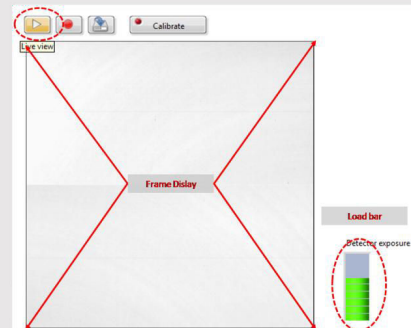

Рис. 6: Активация режима "Просмотр в реальном времени" и степень заполнения экспозиции детектора
- Включите рентгеновскую установку и активируйте режим "Просмотр в реальном времени" (см. рис. 6). Когда активирован режим просмотра в реальном времени, отображается каждое новое изображение, полученное с рентгеновского детектора. Полоса экспозиционной нагрузки детектора (см. Рис. 7) указывает среднюю степень заполнения для каждого пикселя. Очень важно оставаться ниже максимальной степени заполнения детектора. В противном случае детектор будет насыщен и не будет работать должным образом. Если уровень насыщенности достигнут, полоса загрузки станет красной (Более подробное объяснение см. в теории).